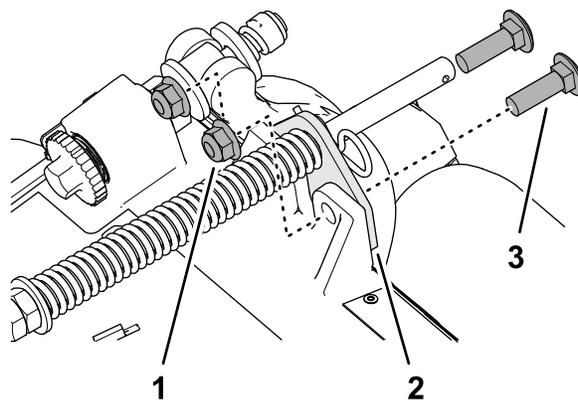

图 8
- 拆下将草坪补偿支架固定到滚刀组架的 2 个凸缘锁紧螺母  $\frac{3}{8}$  英寸和 2 个托架螺栓  $\frac{3}{8}$  x  $1\frac{1}{4}$  英寸图 8。